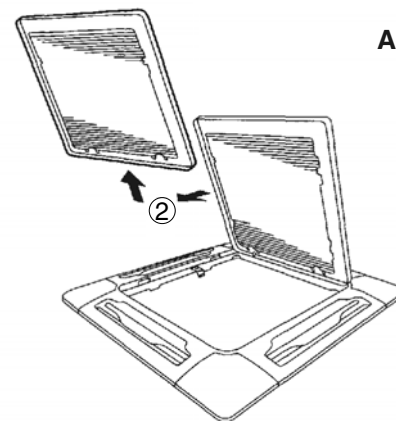

Abb. 9-27
- c) Bei geöffnetem Lufteinlassgitter das Gitterscharnier von der Deckenverkleidung abnehmen, indem es in Pfeilrichtung ② geschoben wird. (Abb. 9-27)
- (2) Abnehmen der Eckenabdeckung